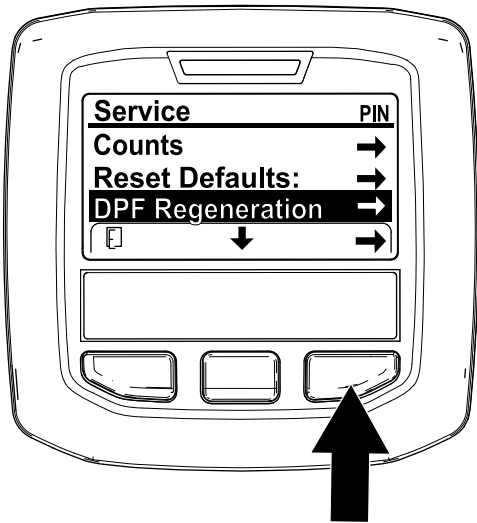

Bild 35
1. Navigieren Sie auf das Menü „Service“ und drücken Sie die mittlere Taste, um auf die Option DPF REGENERATION zu navigieren (Bild 35).
2. Drücken Sie die rechte Taste, um den Eintrag „DPF Regeneration“ auszuwählen (Bild 35).